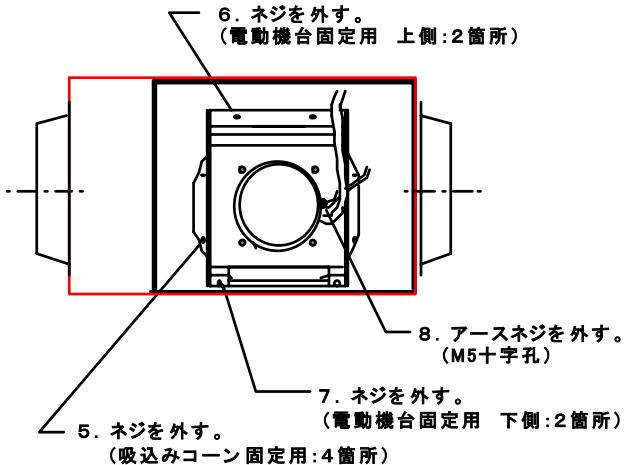

図 10 内部ファン点検方法
- (5) 電動機台固定用ネジ、吸込コーン固定用ネジ、アース固定ネジを外してください。このネジを全て外しますと内蔵ファンを取り外すことができます。モータは重い（最大約10kgf）ので、必ずモータを支えて、ネジを全て外します。とくに、最後のネジを外す際は、内蔵ファンが急に外れ動きますので注意してください。また、取り出しの際は羽根車などを傷つけないように注意してください。…図10参照
- (6) 内蔵ファンの羽根車を外す際は、No.11/4とNo.11/2の羽根車は、セットビス、No.13/4の羽根車は固定用ネジ（M10Uナット）がそれぞれ羽根車についていますので、緩めて外してください。
- (7) 内蔵ファンの電動機を外す場合は、(5)にて羽根車を外し、吸込コーンを外した状態で、電動機固定用ネジを外してください。…図10参照
- (8) 分解の要因に応じて、図9と図10の手順1～7に従って分解してください。
- (9) 内蔵ファンは重いので、取外し・分解の際は羽根車・電動機をぶつけないよう注意してください。
- (10) 使用ネジに、一般のネジを使用しないでください。腐食により電動機、ドレンパン等の落下の恐れがあります。